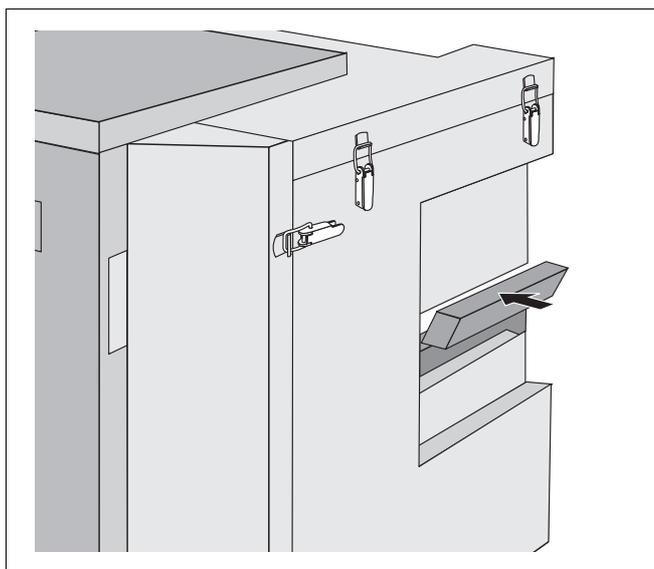

Рис. 17 Облицовка вставной части
- Закройте вырез для газовой арматуры пенопластовой полосой (рис. 17).